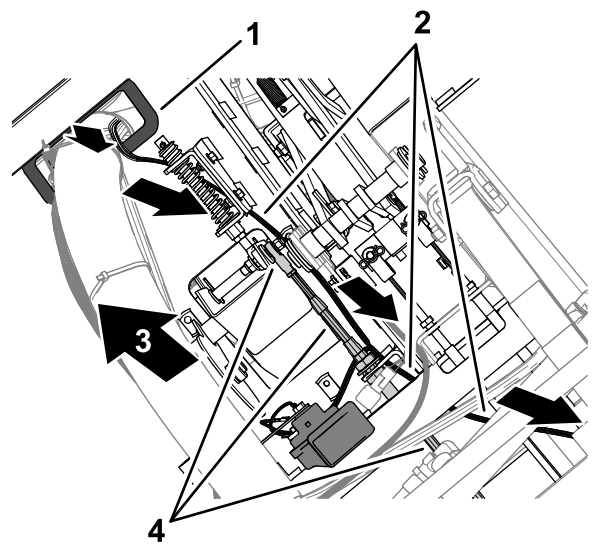

Figura 15
1. Enrute el arnés de cables del kit hacia atrás, a lo largo del cable de control de tracción (Figura 15).